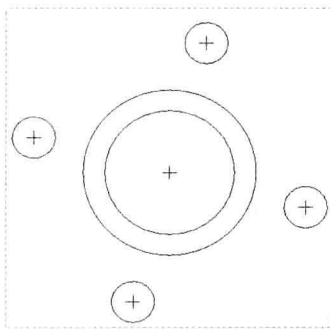

图 2-34 图形文件
Step 01 按【Ctrl+O】组合键，打开图形文件，如图 2-34 所示。